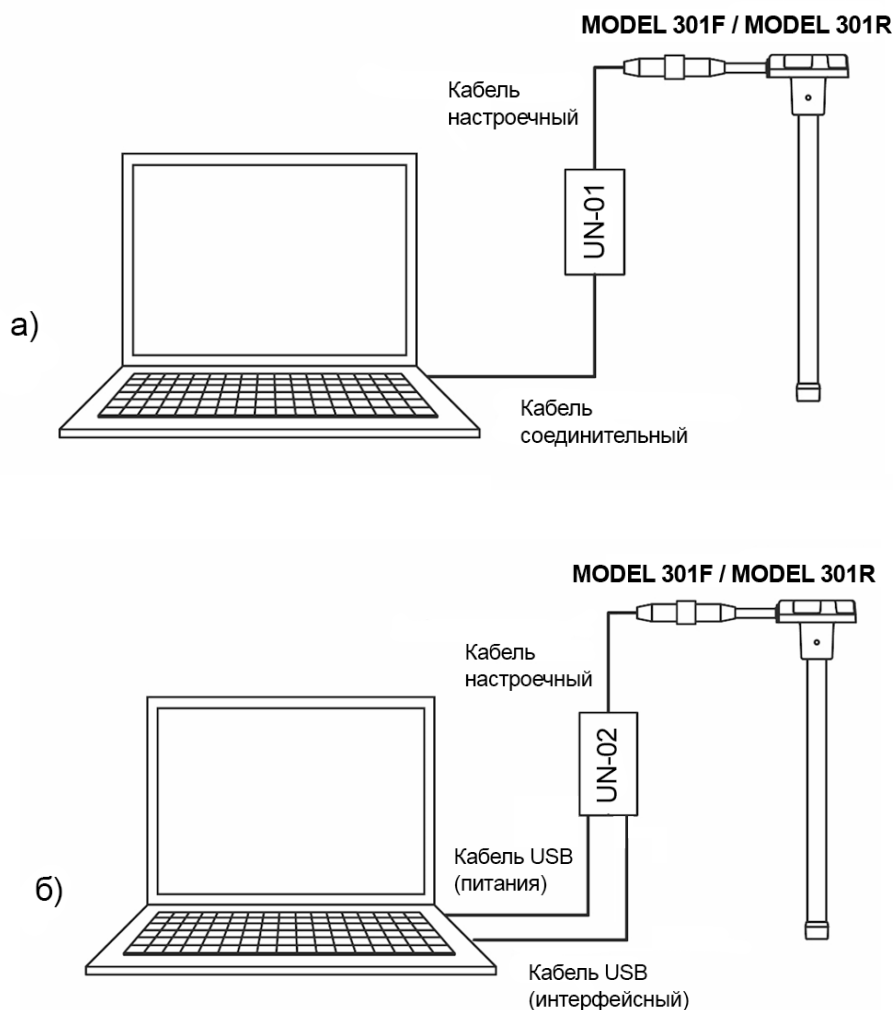

Рис. 14 - Схема подключения изделия к ПК а) через УНУ UN-01; б) через УНУ UN-02
2. Присоединить изделие к УНУ с помощью кабеля из комплекта УНУ. Затем с помощью кабеля USB подключить УНУ к компьютеру. Если вы используете УНУ модели UN-02, то вам потребуется подключить два кабеля USB. Для этого устройства один кабель USB является сетевым, а второй USB кабель предназначен для питания УНУ. Схема подключения приведена на *Рис.14а* и *Рис.14б*.